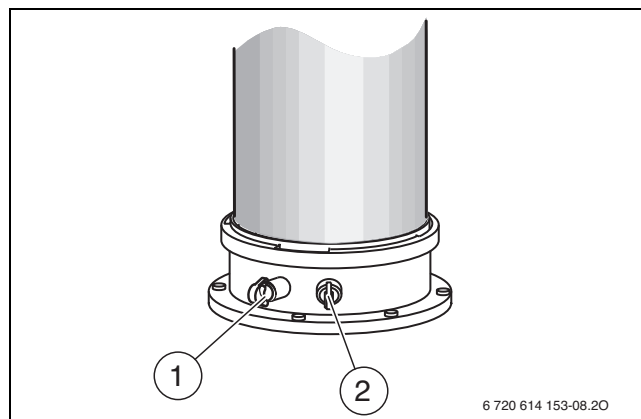

Fig. 41
- ▶ Retirer le bouchon de la prise de mesure de l'air de combustion [2] (→ fig. 41).
- ▶ Retirer le bouchon de la prise de mesure des fumées [1] (→ fig. 41).